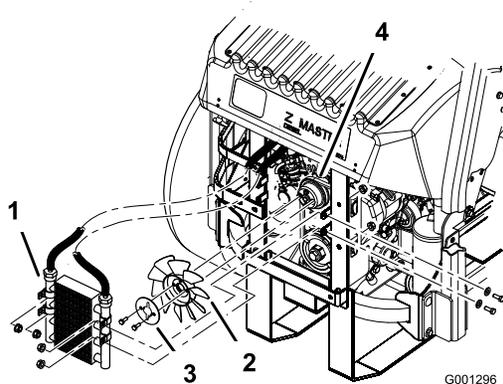

Bild 64
5. Nehmen Sie die vier Schrauben ab, mit denen der Ölkühler befestigt ist. Positionieren Sie den Ölkühler seitlich (Bild 64).
6. Nehmen Sie die zwei Schrauben ab, mit denen der Lüfter und die Lüfterplatte an der Maschine befestigt ist (Bild 64).
10. Montieren Sie den Lüfter und die Lüfterplatte mit den zwei vorher entfernten Schrauben (Bild 64).
11. Montieren Sie den Ölkühler mit den vier vorher entfernten Schrauben (Bild 64).